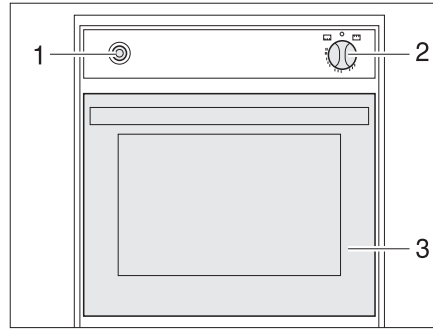

Fig. 135 Four à gaz
- Ouvrir complètement la porte du four (Fig. 135,3).
- Enfoncer légèrement le bouton tournant (Fig. 135,2) et le mettre sur "🔥" (four).
- Enfoncer le bouton tournant (Fig. 135,2) et le maintenir enfoncé pendant 5 à 10 secondes. Le gaz s'écoule vers le brûleur.
- Appuyer plusieurs fois sur l'interrupteur d'allumage (Fig. 135,1) jusqu'à ce que la flamme se consume.
- Tourner le bouton tournant (Fig. 135,2) sur "0". La flamme s'éteint.